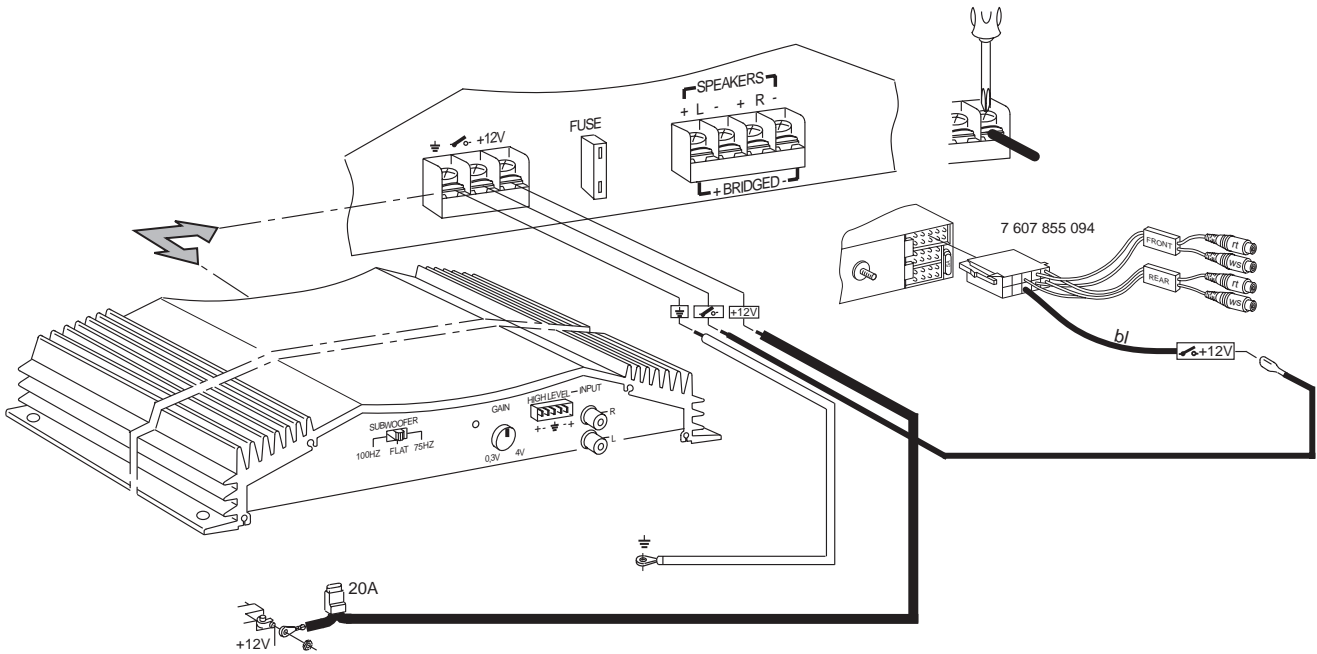

Fig. 2
- Conexión de alimentación de tensión fig. 2
Ligação do abastecimento de tensão Fig. 2